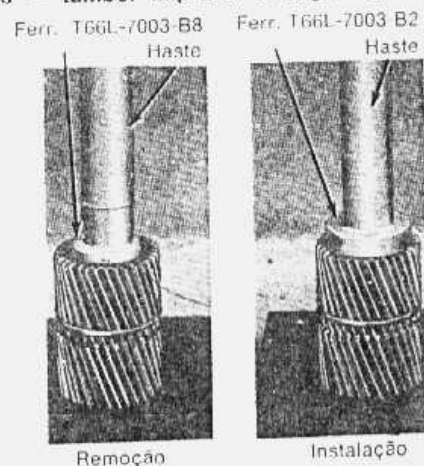

fig. 87 — substituição da bucha da engrenagem solar
4. Substituir, se necessário, as buchas da engrenagem solar. Utilizar a ferramenta mostrada pela fig. 87 e, com uma prensa, extrair as buchas.
1. Instalar buchas novas na engrenagem solar com a ferramenta mostrada pela fig. 87.